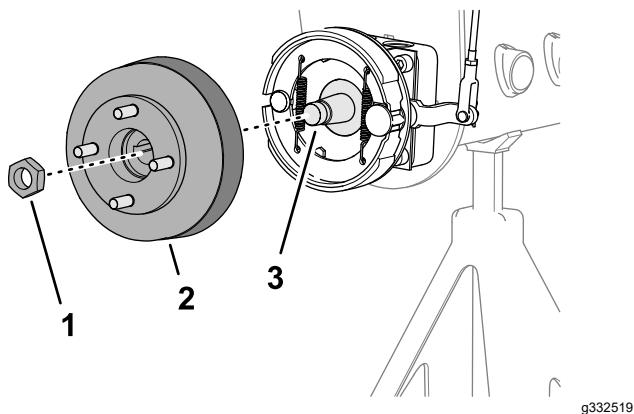
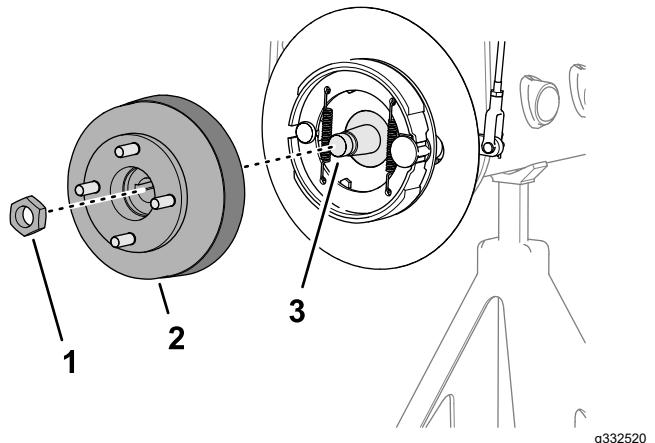

Figura 73
Figura 74
3. Monte el cubo de la rueda y el tambor de freno en el eje del motor de rueda (Figura 73 o Figura 74).
4. Sujete el cubo de la rueda al eje con la contratuerca (Figura 73 o Figura 74), y apriete a mano.